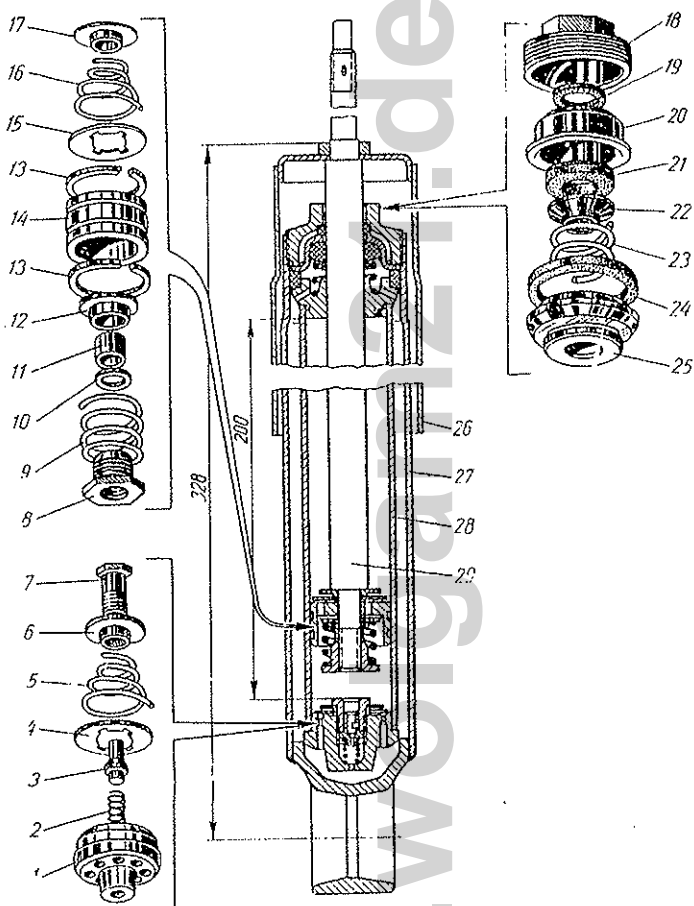
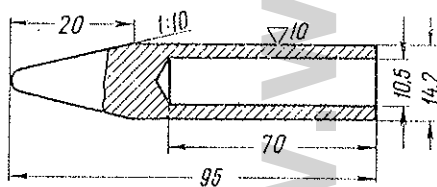

Bild 211 Hinterer Stoßdämpfer:
Bild 213 Montageendstück der Kolbenstange zum Aufziehen der Dichtung
Als Betriebsflüssigkeit in den Stoßdämpfern wird Spindelöl AV verwendet. Mit diesem Öl werden der Arbeitszylinder 28 (Bild 211) ganz und der Behälter 27 teilweise gefüllt. Das Öl wird in den Stoßdämpfern genau in bestimmter Menge eingefüllt, und zwar in den vorderen je 140 cm^3 und in den hinteren je 230 cm^3 . Bei ungenügender Ölmenge betätigt sich der Stoßdämpfer nicht normal, während er bei überschüssiger Menge unbrauchbar werden kann.
3. Mutter 18 (Bild 211) losschrauben.
2. Die Kolbenstange mit dem Kolben zusammensetzen, nachdem man zunächst die anderen Teile eingebracht hat, wie Bild 211 zeigt. Mutter 18 ganz bis zum Anschlag festziehen und die Stirnfläche der Kolbenstange an zwei Stellen ankörnen, um ein Lösen der Mutter zu verhindern. Die Gummidichtung der Kolbenstange ist so einzulegen, daß die Aufschrift „III3“ (unten) zur Kegelfeder gerichtet ist. Vor dem Einsetzen ist die untere Fläche der Dichtung mit Graphitschmiere einzufetten. Um die ringförmigen Dichtkämme an der Innenfläche der Dichtung nicht zu beschädigen, ist diese auf die Kolbenstange mit Hilfe eines Endstücks (Bild 213) zu ziehen, das auf das Ende der Kolbenstange gesteckt wird.